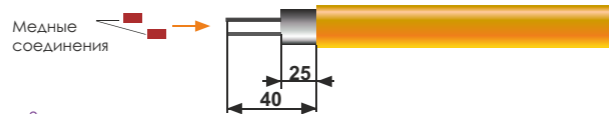

Рисунок 3
3.1.3 Разрезать и снять полупроводящую матрицу, надеть гильзы и обжать кремпером (см. рис. 3).